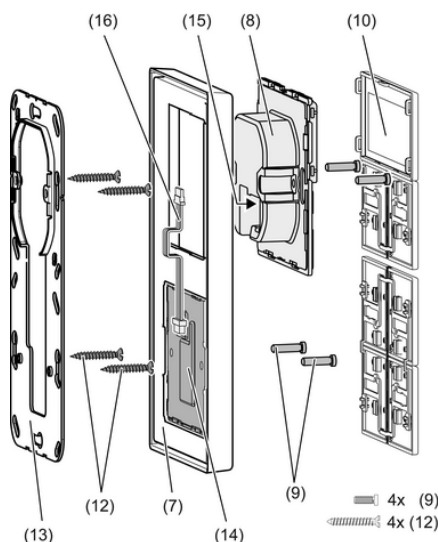

Figura 3: Montaje con módulo de ampliación con tecla sensitiva
Si se utiliza el módulo de ampliación del teclado (figura 3): montaje preferiblemente en vertical. Utilizar la placa de soporte grande (13). En caso de montaje en una sola caja universal, empujar los tornillos inferiores en la pared, p. ej. con un agujero de  $\varnothing 6 \times 10$  mm. Utilizar la placa de soporte como plantilla.
- Montar correctamente la placa de soporte (6) o (13) en una caja universal. Tener en cuenta la inscripción **TOP** = arriba; inscripción **A** o **B** delante. Utilizar exclusivamente los tornillos para cajas (12) suministrados.
- Encajar el marco (7) sobre el aro de soporte.
- Módulo de ampliación del teclado: insertar correctamente la línea de conexión (16) en el conector (15) en el dispositivo. No apretar la línea de conexión (figura 3).
- Conectar el dispositivo (8) con el terminal de conexión KNX (11) al KNX y encajar en la placa de soporte.
- Fijar el dispositivo (8) y el módulo de ampliación con teclas sensitivas (12) con los tornillos de plástico (9) adjuntos al aro soporte. Apretar solo ligeramente los tornillos de plástico.
- Antes de montar las teclas (10), cargar la dirección física en el aparato .